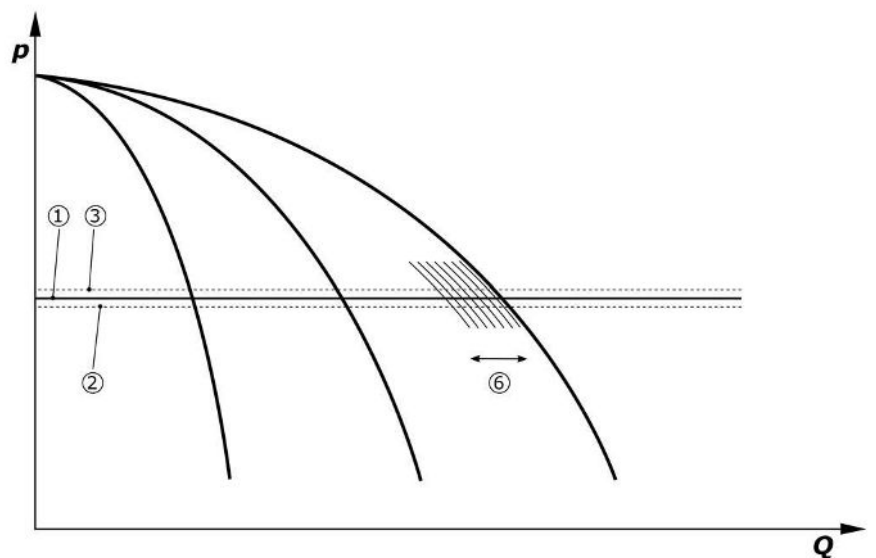

Fig. 7: Εκκίνηση της τρίτης αντλίας
Όταν δεν υπάρχει σήμα «Ext. Off» και βλάβη, είναι ενεργοποιημένοι οι μηχανισμοί κίνησης και είναι ενεργοποιημένη η αυτόματη λειτουργία, τότε εκκινούνται μία ή περισσότερες αντλίες που ελέγχονται μέσω της ταχύτητας (Fig. 7) όταν η τιμή πέσει κάτω από το κατώφλι ενεργοποίησης (2). Οι αντλίες δουλεύουν με κοινή συγχρονισμένη ταχύτητα περιστροφής. Μόνο οι αντλίες που ενεργοποιούνται ή απενεργοποιούνται μπορούν να εμφανίζουν για σύντομο χρονικό διάστημα διαφορετική ταχύτητα περιστροφής.